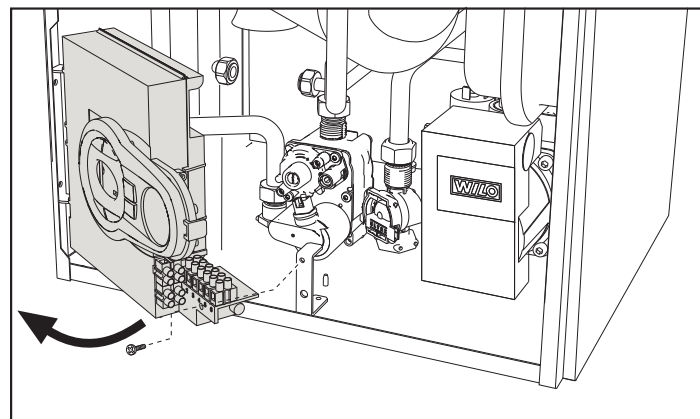

Figure 21
2. Désérrez les vis et faites pivoter le panneau de commande (voir figure 21).